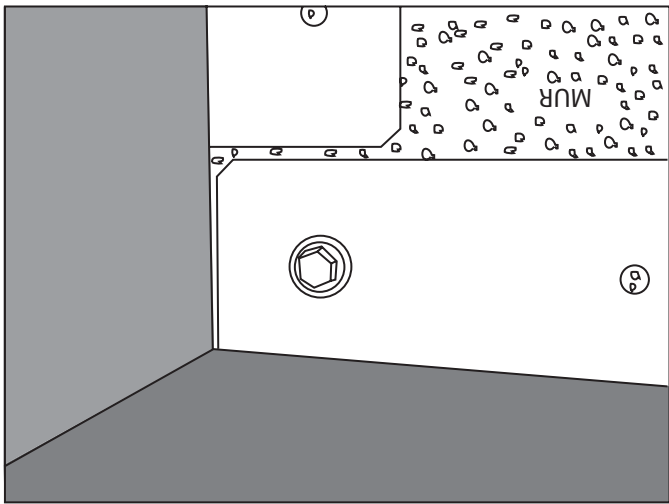

Figure 1
3. Installer l'étagère sur le mur. Voir Figure 1.